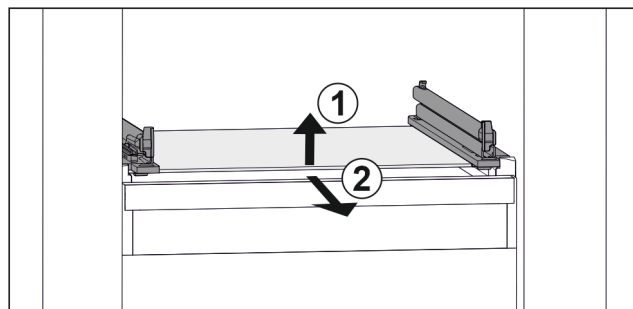

Fig. 26 Przykładowa prezentacja płyty szklanej
- ▶ Unieść płytę szklaną z przodu. Fig. 26 (1)
- ▶ Wyjąć płytę szklaną do przodu. Fig. 26 (2)